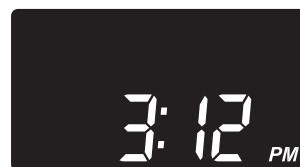

FIG. 23
4. Cuando termine de fijar el nivel de sal, presione el botón SELECT (Seleccionar) y cambiará la pantalla a su indicación normal de la hora del día (Fig. 23).